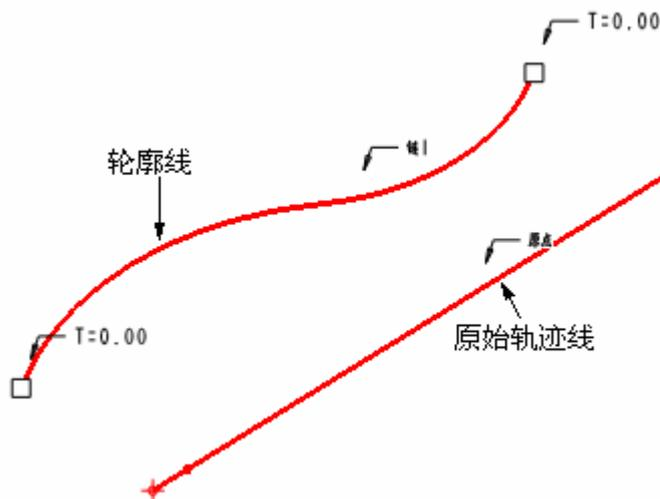

图 18-4
- (1) 单击可变剖面扫描工具按钮, 打开可变剖面扫描特征操控板。
- (2) 单击按钮, 以生成实体特征。如图 18-4 所示选择原始轨迹线, 按下 Ctrl 键, 选择轮廓线。